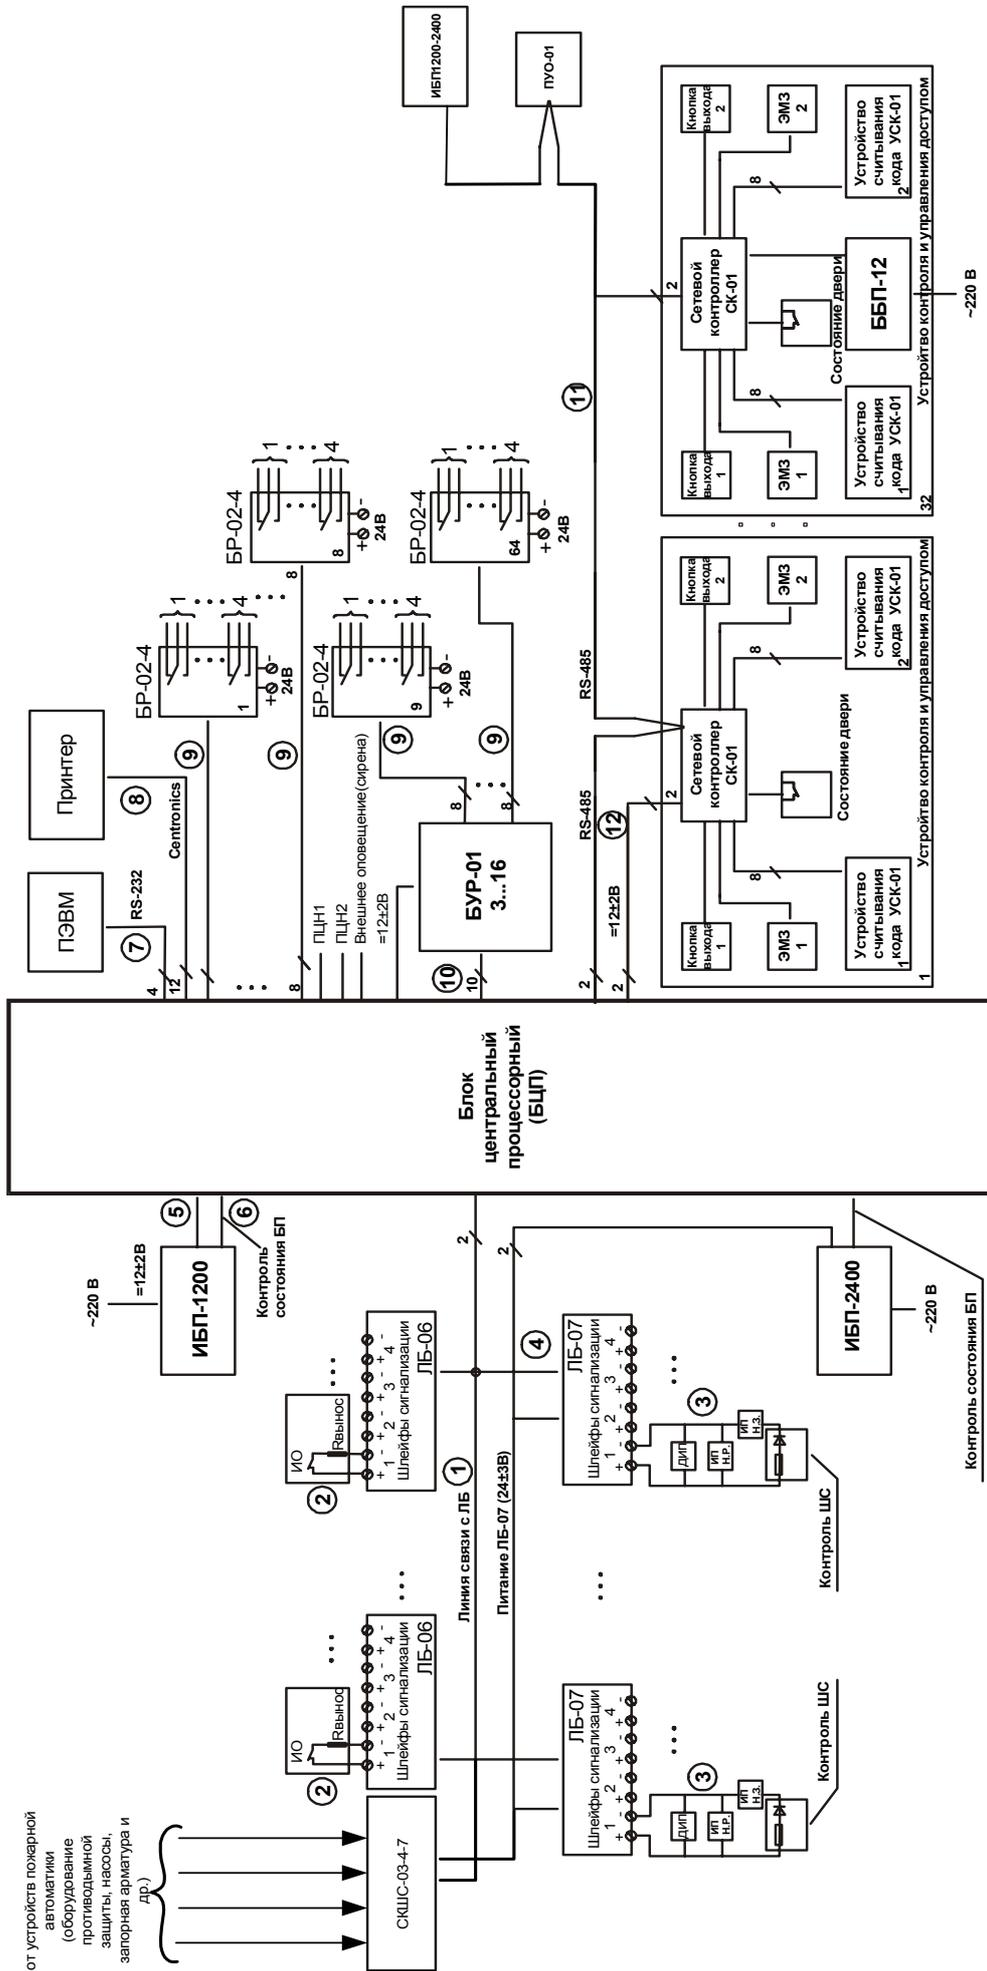

Рис. 1 Схема электрическая функциональная прибора
1.1.4.1 Электрическая структурная схема, поясняющая работу прибора, представлена на Рис. 1.